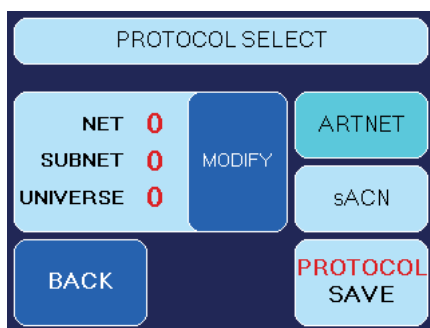
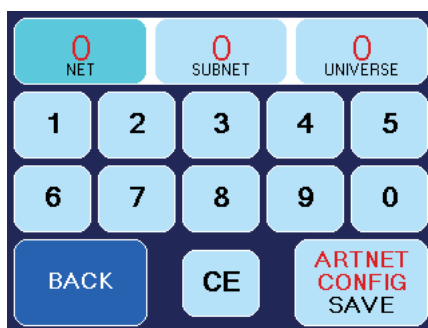

Abb. 12 Bildschirm mit aktiviertem ARTNET-Button
Abb. 13 Bildschirm zur ARTNET-Konfiguration
- Drücken Sie hierfür den **MODIFY**-Button (Abb. 12). Der rechte Bildschirm (Abb. 13) öffnet sich.
- Wählen Sie **NET**, **SUBNET** oder **UNIVERSE** aus (Abb. 13, Zeile 1), um den jeweiligen Wert zu verändern. Drücken Sie **CE** und geben Sie den neuen Wert ein.
- Drücken Sie **CE** und geben Sie anschliessend die gewünschten Werte ein. Über **IP ADDRESS SAVE** bzw. **SUBNET MASK SAVE** (Abb. 13, Zeile 5) speichern Sie den jeweiligen Wert ab, mit **BACK** verlassen Sie den Bildschirm, ohne die Werte zu speichern.